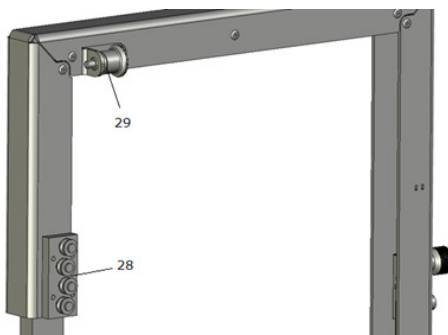

Fig. 13
La découpeuse d'angle (16) est placée sur le côté droit de la plaque de base droite (2, Fig. 1) avec les galets du chariot (28, Fig. 13) par le haut, dans le rail de guidage prévu à cet effet (17). Veillez à ce que le chariot coulissant ne se coince pas et à ce que les galets soient bien droits.
Déverrouillez l'EKS au niveau du boulon d'arrêt (29, Fig. 13) et faites glisser le câble vers le bas jusqu'à la butée à l'endroit marqué.